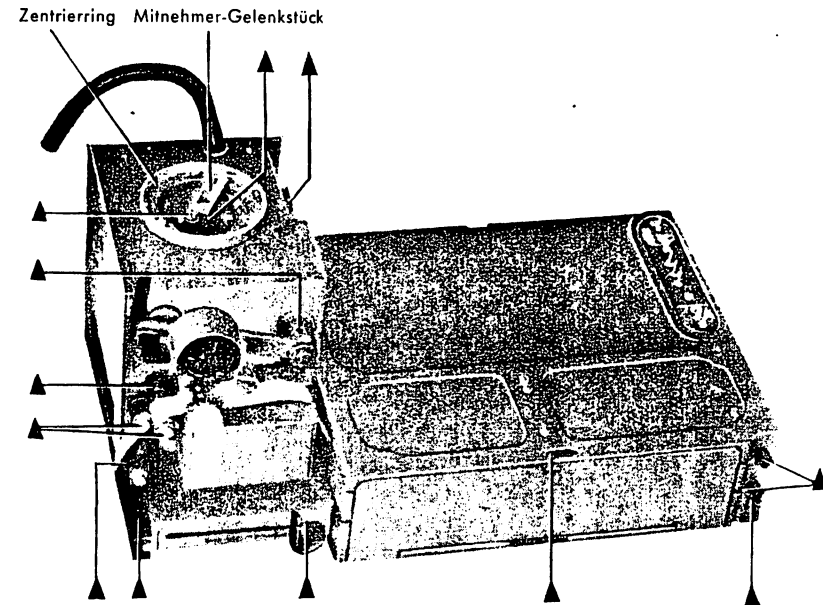

Abb. 15
64. Zum Ölen des Empfängers braucht dieser nicht abgeschraubt zu werden. Die zu ölen den Stellen sind in Abb. 15 ersichtlich.
65. Ebenfalls in Abb. 15 sind die Schmierstellen des Unterteils angegeben.
Schmierung: gemäß Abb. 15.